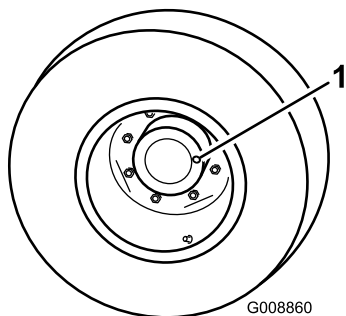

図 66
1. 平らな場所で、ホイールの点検/ドレンプラグ (図 66) が時計の3時または9時の位置に来るように停止させる。
2. プラネタリに付いているプラグ (図 66) を抜く。ブレーキの後側で、プラグ穴の高さまで油量があればよい。